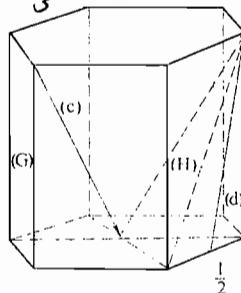

图 3-1 第一题图
一、(8 分) 标出图 3-1 中 (a)、(b)、(c)、(d) 的晶向指数和 (E)、(F)、(G)、(H) 的晶面指数。